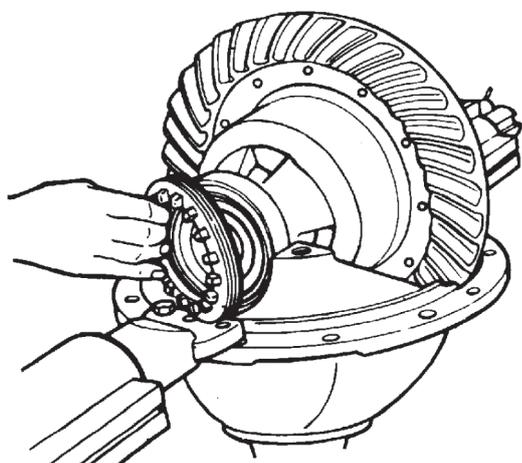

Figura 75
- C. Coloque os anéis de ajuste nos mancais, girando-os manualmente até que se encostem nos rolamentos (Figura 75);